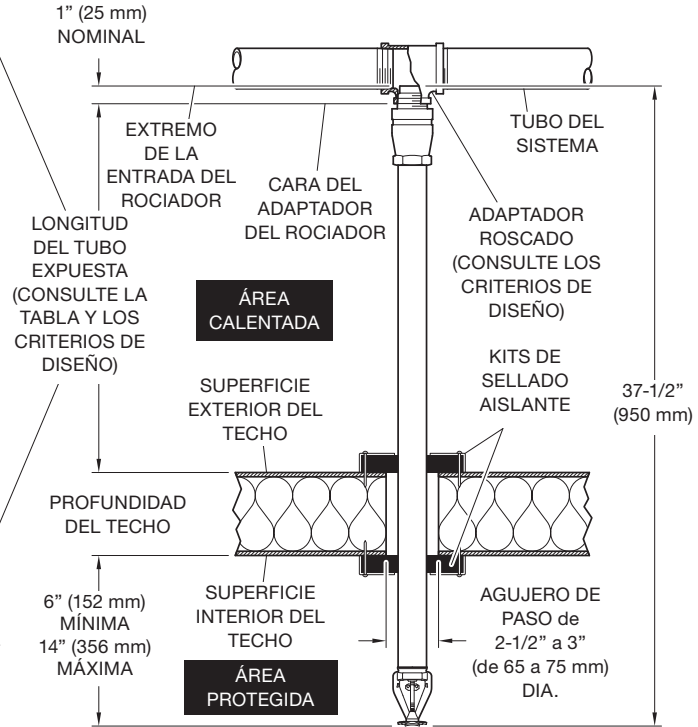

FIGURA 3
Paso 2. Instalar el Rociador colgante tipo seco Modelo ESFR-17 en la posición suspendida (figura 3), levantando con cuidado el rociador colgante a través del agujero de paso. El deflector del rociador colgante debe estar paralelo al techo.